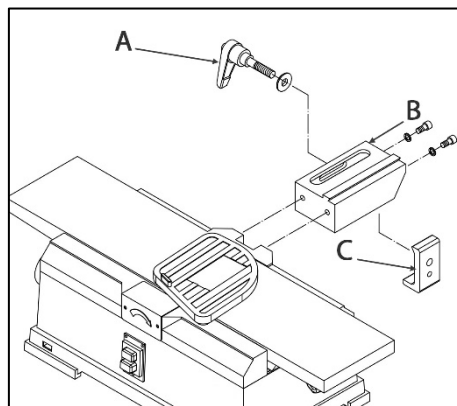

Рисунок 3.
Прикрепите кронштейн (B) каретки (рис. 3) к станку, используя два винта M8×20 и две пружинные шайбы 8 мм.
Установите зажимной блок (C) (рис. 3) в кронштейн каретки так, чтобы штифт зажимного блока упирался в нижний край кронштейна. Закрепите при помощи рукоятки (A) фиксации положения параллельного упора.